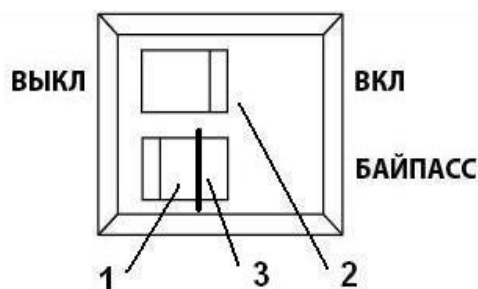

Рис.2
5.1.4. Защита от перегрузки. При превышении номинальной мощности стабилизатора может сработать автомат защиты. У моделей Stabilia 500 – 2000 автомат защиты 8 (рис.1) располагается на задней панели. У моделей Stabilia 3000 — 20000 автомат защиты встроен в переключатель 2 Вкл / Выкл (рис.2). Необходимо устранить причину возникновения перегрузки и включить стабилизатор заново.